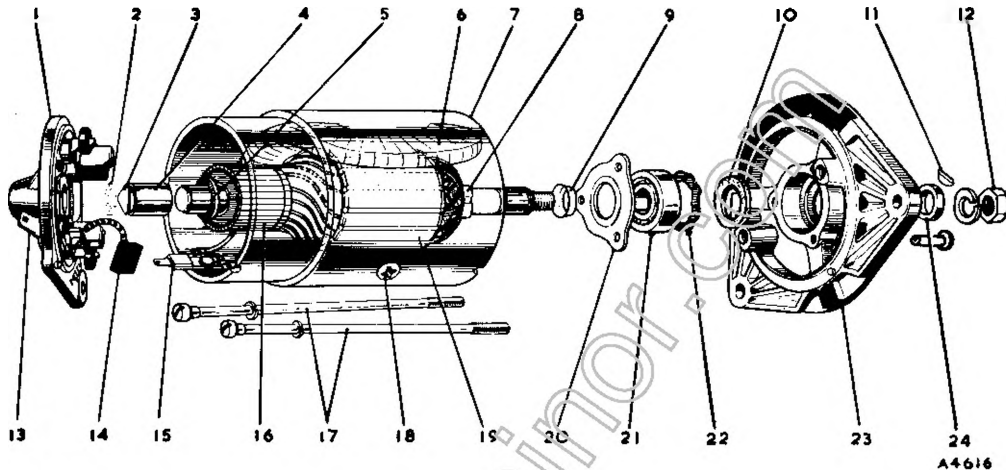

Fig. N.1
- (11) Fare un contrassegno sui pezzi polari e sulla carcassa in modo da poterli rimontare nelle posizioni originarie.
- (12) Togliere le viti di fissaggio dei pezzi polari (Fig. N.1); estrarre dalla carcassa i pezzi polari con le bobine e rimuovere le bobine.
- (13) Montare sui pezzi polari le bobine nuove; rimontare i complessivi nella carcassa, collocandoli nella posizione occupata prima dello smontaggio. Rimettere il pezzo isolante nel punto di collegamento delle bobine tra loro; introdurre le viti di fissaggio dei pezzi polari nelle sedi; spingere i pezzi polari contro la superficie della carcassa con l'aiuto di un attrezzo ad espansione ed infine stringere le viti (Fig. N.1).